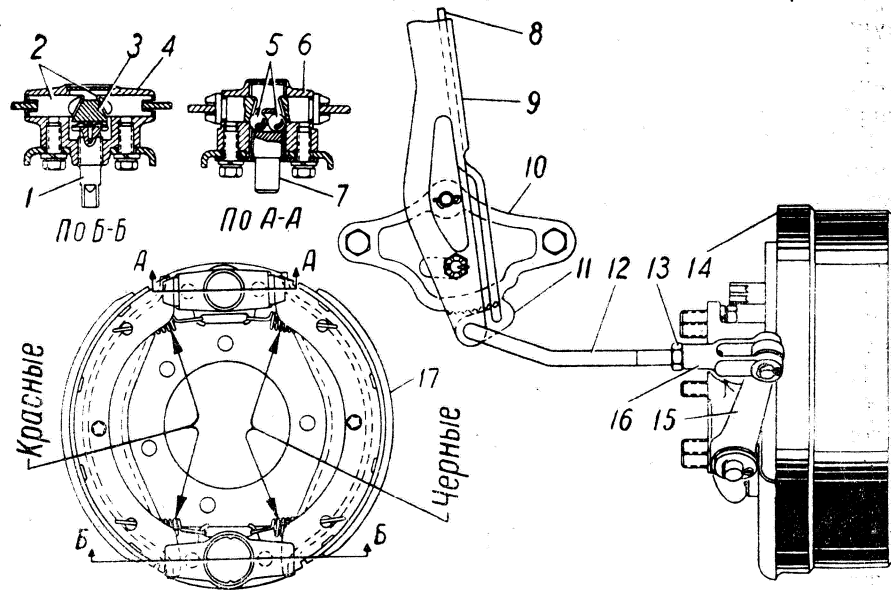

Рис. 39. Ручной тормоз автомобиля.
2. Поставьте рычаг 9 (рис. 39) тормоза в крайнее переднее положение.